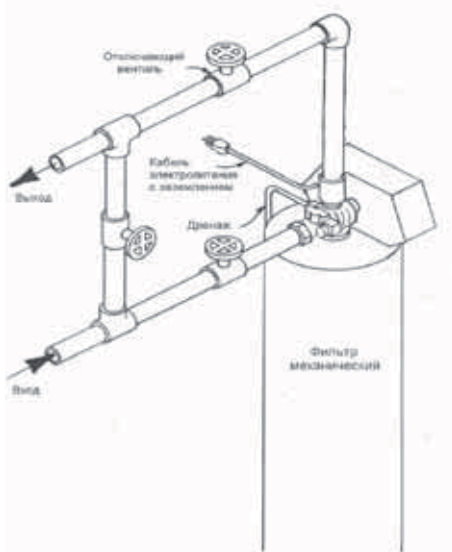

Рис. 1
8. Подключите установку в разрыв магистрали подачи холодной воды, используя стандартную трубную арматуру и фитинги. Для удобства запуска, эксплуатации и обслуживания оборудования необходимо предусмотреть байпасную линию (рис. 1).